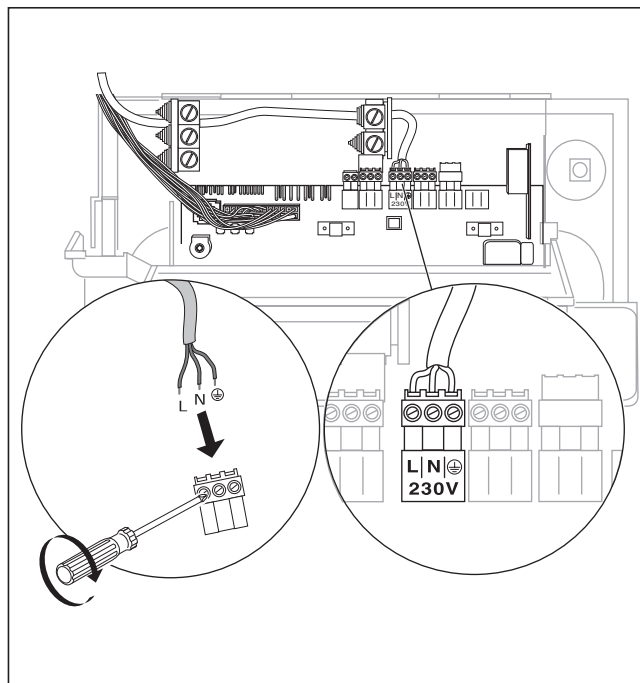

Рис. 4.4 Присоединение сетевого кабеля
Газовые котлы фирмы "Vaillant" оснащены соединительными штекерами системы Pro E для облегчения электромонтажа, и в них выполнен электромонтаж в готовом к подключению виде. Провод подключения к сети и все прочие соединительные кабели (например, отопительного насоса и т.д.) могут быть присоединены к зажимам предусмотренных для этой цели штекеров системы Pro E (смотри рис. 4.4).
- Проложите сетевой кабель к соответствующим штекерам системы Pro E в котле. Присоедините сетевой кабель к клеммам штекера подключения сети системы Pro E (смотри рис. 4.4 и 4.5).